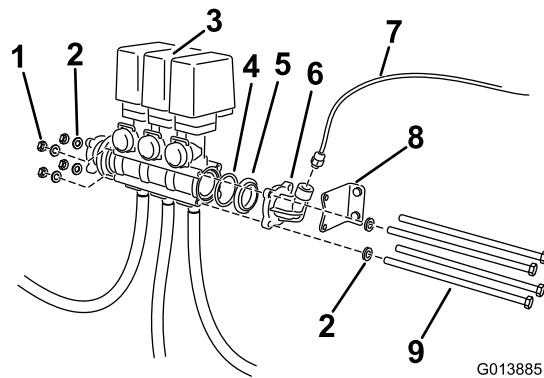

Figura 4
- Afloje los pernos largos y los herrajes que sujetan el conjunto de las válvulas (Figura 4). Retire y guarde todos los herrajes. Desplace el conjunto de las válvulas a la derecha.
- Retire el codo y la junta (Figura 4). Localice la junta tórica asentada en el cuerpo de la válvula existente. Guarde todas las piezas. Separe el soporte del conjunto de válvulas existente.